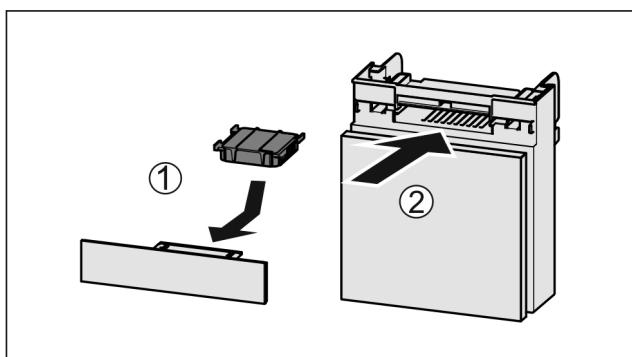

Fig. 103
- Установите фильтр с активированным углем, как показано на рисунке Fig. 103 (1).
- Вставьте отделение Fig. 103 (2).